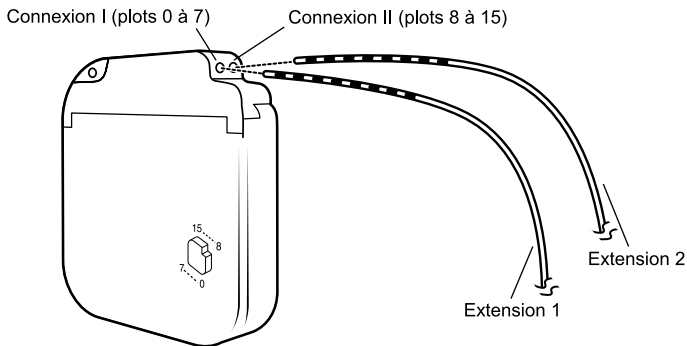

Figure 1. Insérez à fond les connecteurs de l'extension dans la connexion du neurostimulateur.
4. Insérez chaque connecteur de l'extension dans la connexion appropriée du neurostimulateur jusqu'au fond du bloc connecteur (Figure 1).